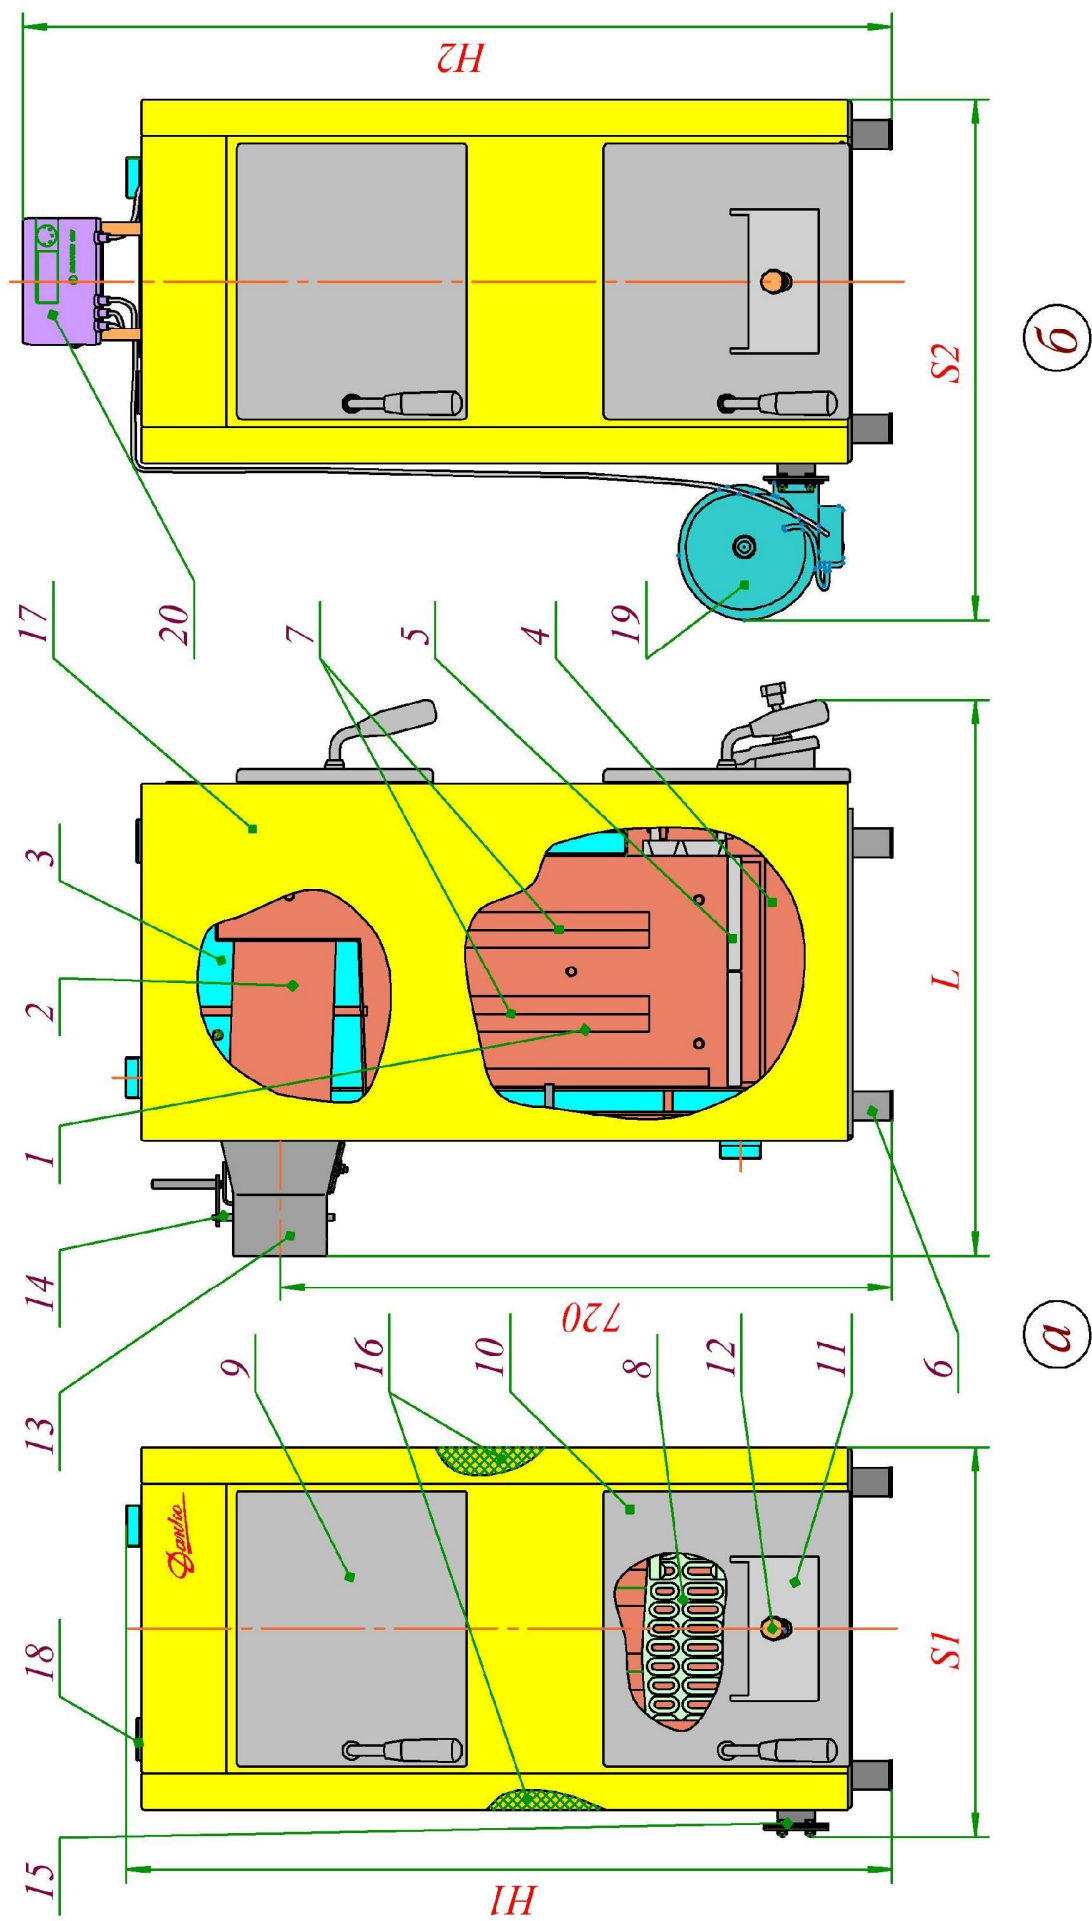

Рис. 1. Устройство котла "Данко-12,5ТН(ТНЕ)", "Данко-16ТН(ТНЕ)":
5.1. Котлы, предназначены для работы на твердом топливе. Устройство котлов показано на рис.1, 2, 3, 4.